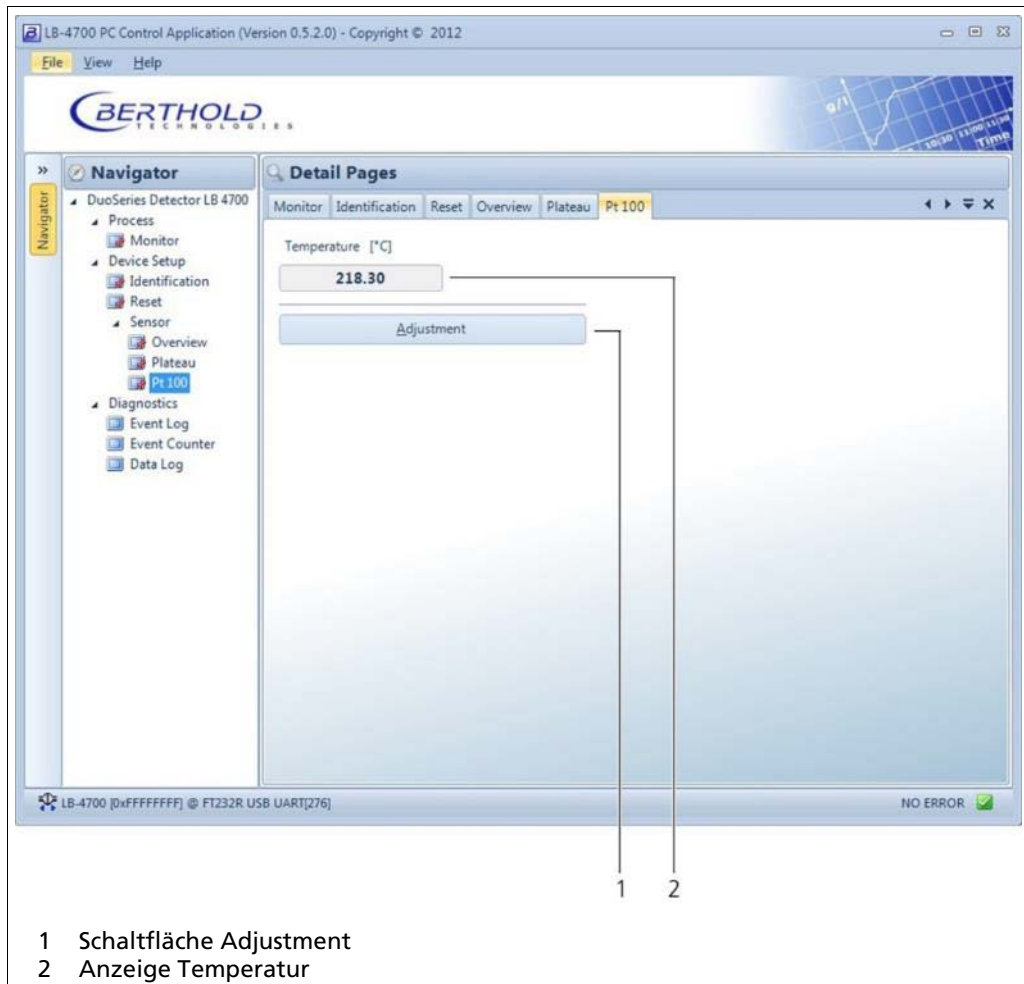

Abb. 41 Device Setup | Sensor | Pt 100
Öffnen Sie in der Menügruppe **Device Setup | Sensor** des Navigators das Untermenü **Pt 100** durch Doppelklicken auf **<Pt 100>**. (Abb. 41).
1. Klicken Sie auf den Button **<Adjustment>** (Abb. 41, Pos. 1), um die Pt 100 Temperaturmessung zu kalibrieren.